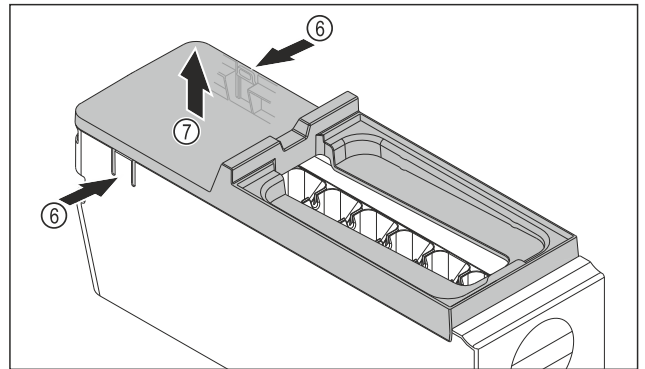

Fig. 146
- ▶ Extraer la cubierta del EasyTwist-Ice: Presionar con la mano las lengüetas Fig. 146 (6) a ambos lados del cuerpo del EasyTwist-Ice.
- ▶ Sacar la cubierta Fig. 146 (7) con la otra mano tirando hacia arriba.